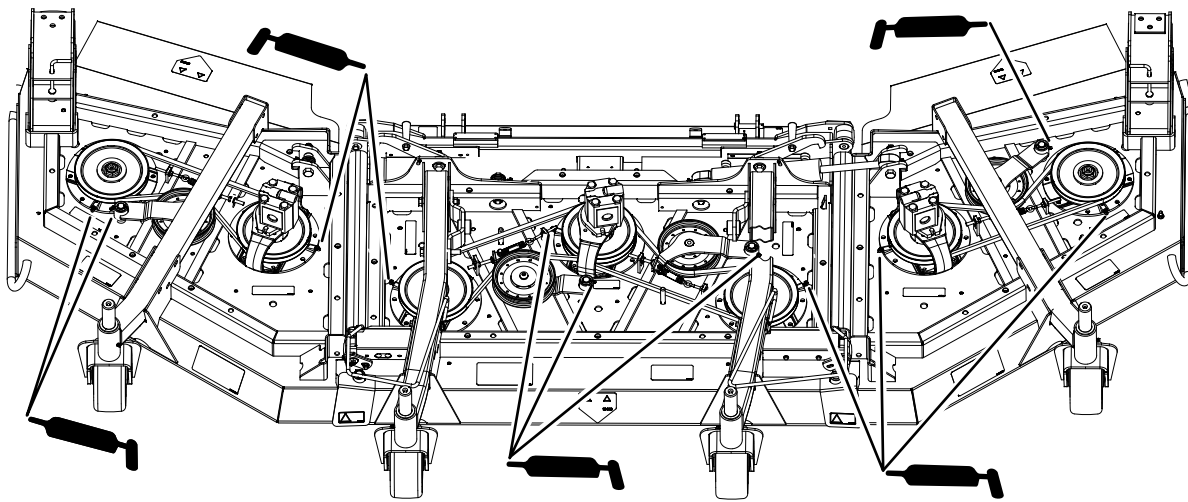

Bild 81
- Drei Spindelwellenlager (unter der Riemenscheibe) (Bild 81)
- Zwei Spannarm-Drehbüchsen (Bild 81)